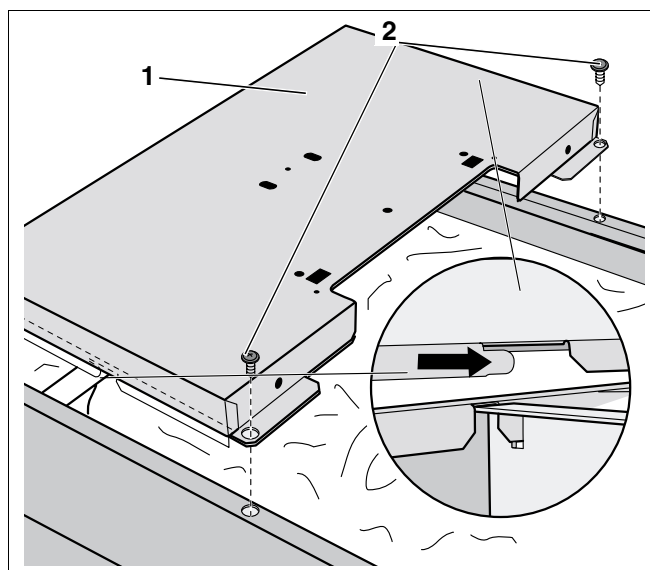

Fig. 49 Montarea capacului frontal al cazanului
- Capacul frontal al cazanului (Fig. 49, **Poz. 1**) se agață cu partea decupată de traversa superioară și se împinge spre spate.
- Capacul frontal al cazanului (Fig. 49, **Poz. 1**) se fixează cu două șuruburi de tablă (Fig. 49, **Poz. 2**) de pereții laterali.